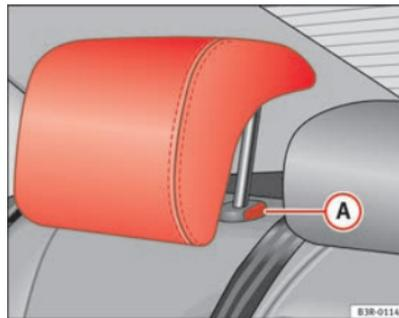

Fig. 112 Plazas laterales del asiento trasero: Apoyacabezas
- Oprima el botón **A** ⇒ página 145, fig. 112 y descienda el apoyacabezas.
- Apriete la tecla **A** ⇒ página 145, fig. 112 y, al mismo tiempo, extraiga el apoyacabezas.